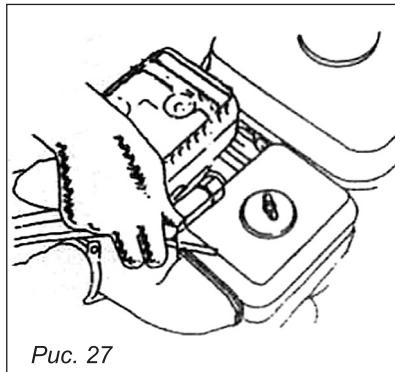

Рис. 27
- Снимите наконечник свечи зажигания, удалите грязь вокруг свечи (рис. 27).